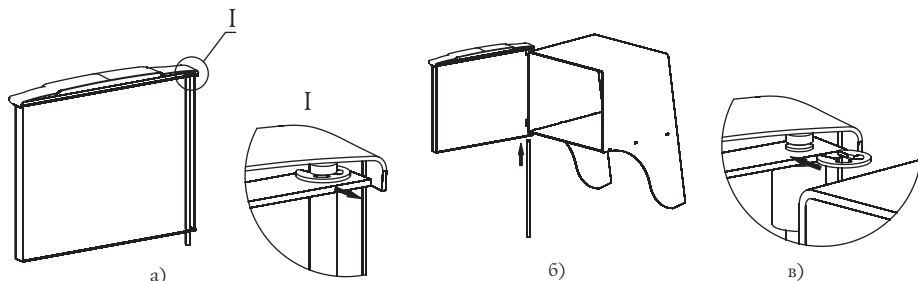

Рисунок 6. Установка дверцы при монтаже печи.
1. Извлеките ось из дверцы, предварительно сняв упорную быстросъемную шайбу, рисунок 6.а;
3. Вставьте ось через отверстия снизу вверх, с расположением канавки под шайбу в верхней части оси, рисунок 6.б;